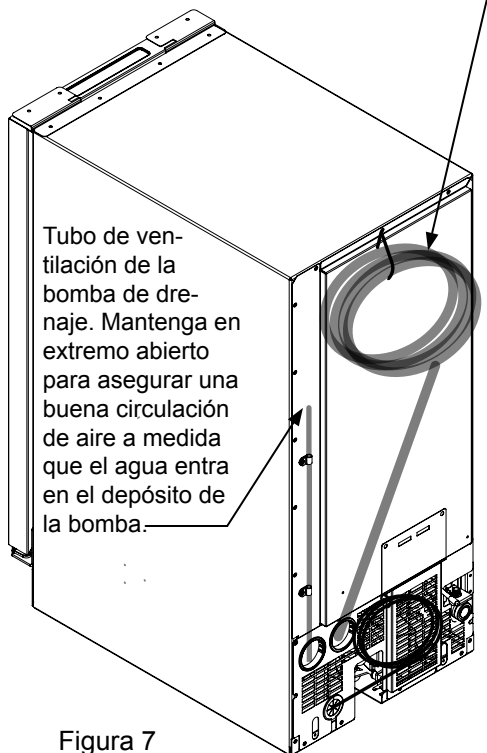

Figura 7
La manguera de descarga está enrollado y conectado a la parte posterior de la máquina de hielo. El tubo necesita ser conectado a una alcantarilla sanitaria. Consulte la Figura 7.
- El tubo de ventilación en la parte posterior de la unidad está abierto (vea la Figura 7).